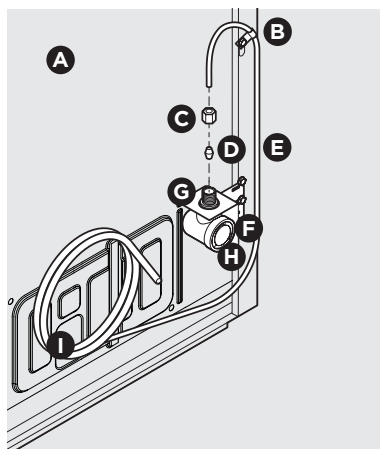
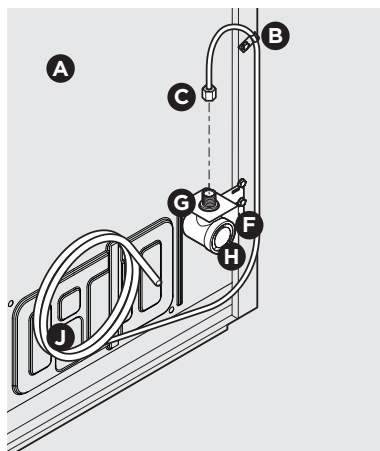

Figure 1
Figure 2
4. Si vous utilisez un **tuyau en cuivre** : faites glisser l'écrou de compression en laiton, puis placez la bague (raccord) sur la conduite d'alimentation en eau. Poussez le tuyau d'alimentation en eau dans l'entrée de la vanne d'alimentation en eau aussi loin que possible (6,4 mm [$\frac{1}{4}$ po]). Faites glisser la bague (raccord) dans l'entrée de la vanne et serrez à la main l'écrou de compression sur la vanne. Serrez un autre demi-tour avec une clé. NE PAS trop serrer. Consultez la figure 1.
Si vous utilisez un **tuyau flexible tressé en acier inoxydable**, l'écrou est déjà assemblé sur le tuyau. Faites glisser l'écrou sur l'entrée de la vanne et serrez l'écrou à la main sur la vanne. Serrez un autre demi-tour avec une clé. NE PAS trop serrer. Consultez la figure 2.
B	Pince en acier (fig. 1 : 6,4 mm [$\frac{1}{4}$ po]; Fig. 2 : 12,7 mm [$\frac{1}{2}$ po])